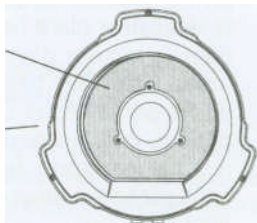

Figure3c - Fixation de l'adaptateur extra plat
3. Alignez les trois fentes dans l'adaptateur extra plat avec les trois trous de vis dans le ventilateur comme indiqué à la figure 3c. Vissez une des vis à rondelle n° 8-32 x 3/4 po (9,5 mm) dans le trou fileté dans le ventilateur et serrez-la un peu. Répétez cette étape pour les deux autres vis. Une fois que toutes les trois vis à rondelle 8-32 x 3/4 po (9,5 mm) sont partiellement vissées dans le ventilateur, centrez le pavillon inférieur